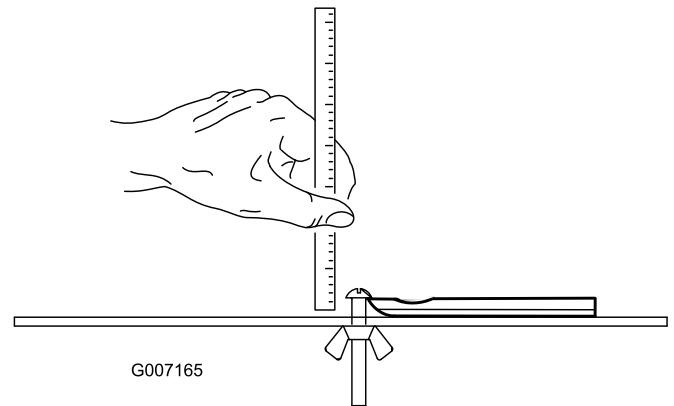

**Bild 25**
**Hinweis:** Alle Werte für das Untermesserwartungslimit beziehen sich auf die Unterseite des Untermessers (**Bild 25**)